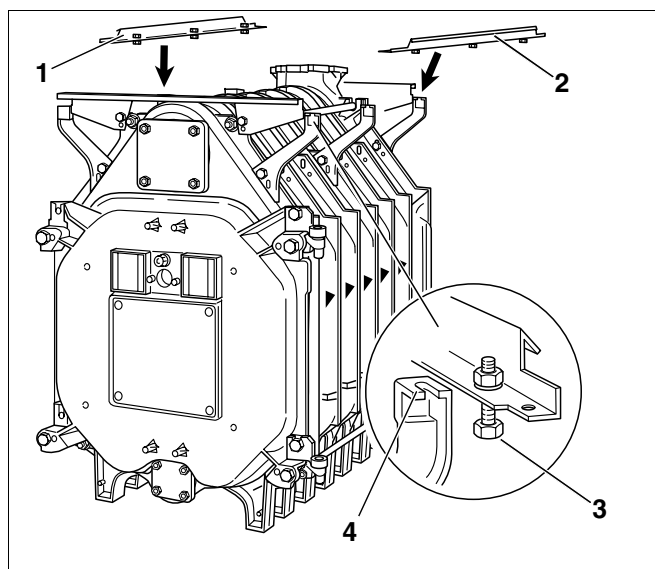

Fig. 38 Montering af længdeskinne
- Læg længdeskinne (fig. 38, **pos. 1 og 2**) på de to konsoller på bagelementet og forelementet.
- Skub længdeskinne med de formonterede bolte (fig. 38, **pos. 3**) ind i konsollernes udsparinger (fig. 38, **pos. 4**), og skru konsollerne sammen med udsparingerne.